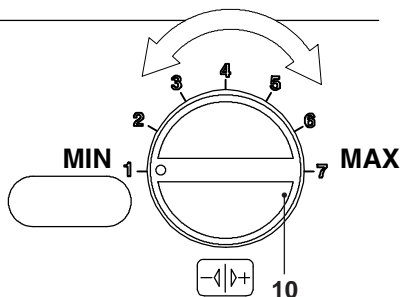

Figura 9.19
- Ruotare la manopola regolazione temperatura sanitari 10 in Figura 9.19 al minimo, sul display LCD compare la seguente visualizzazione (la sequenza **P09** si alterna a **01**).